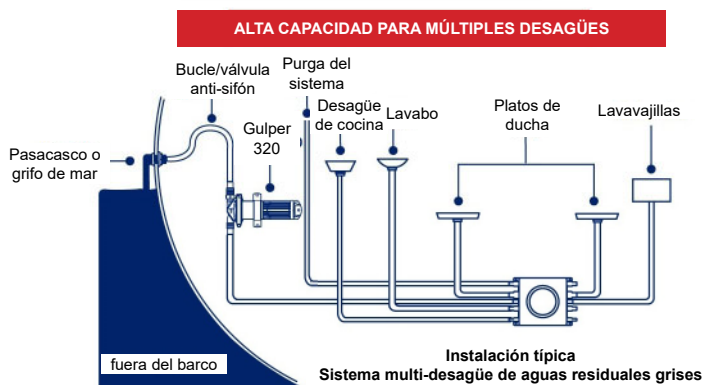
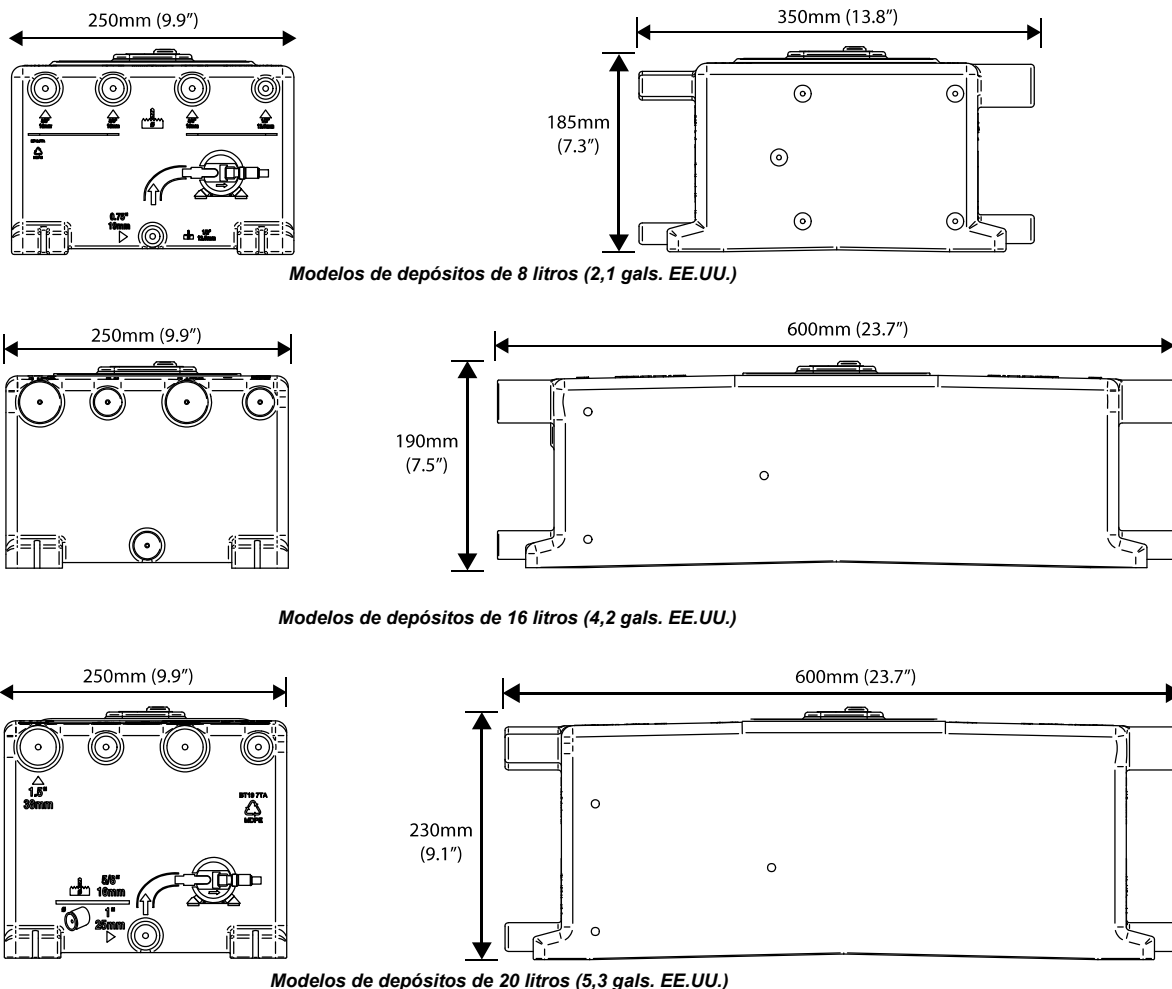

Figura 1 Instalación de un depósito de aguas residuales típico en un sistema multi-drenaje de aguas residuales grises
Figura 2 Dimensiones del depósito de aguas residuales grises
- Todas las tuberías **deberán** incluir un bucle/válvula antisifón correctamente instalados (Figura 1).
- El agua bombeada **deberá** ser evacuada a través de un pasacasco o grifo de mar **situado sobre la línea de flotación**. (Figura 1).
El depósito de aguas residuales grises está diseñado para ser utilizado con las aguas residuales grises en embarcaciones recreativas. La instalación típica se muestra en la Figura 1. Para las dimensiones del depósito, véase la Figura 2.